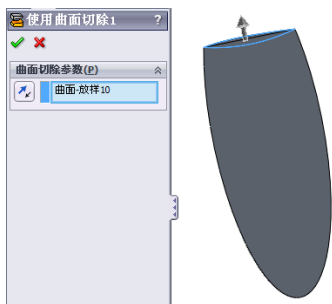

图 6-81 曲面切割实体
(3) 曲面切割实体。执行“插入”→“切除”→“使用曲面”菜单命令,选取上步生成的放样曲面作为切面,设置如图 6-81 所示。